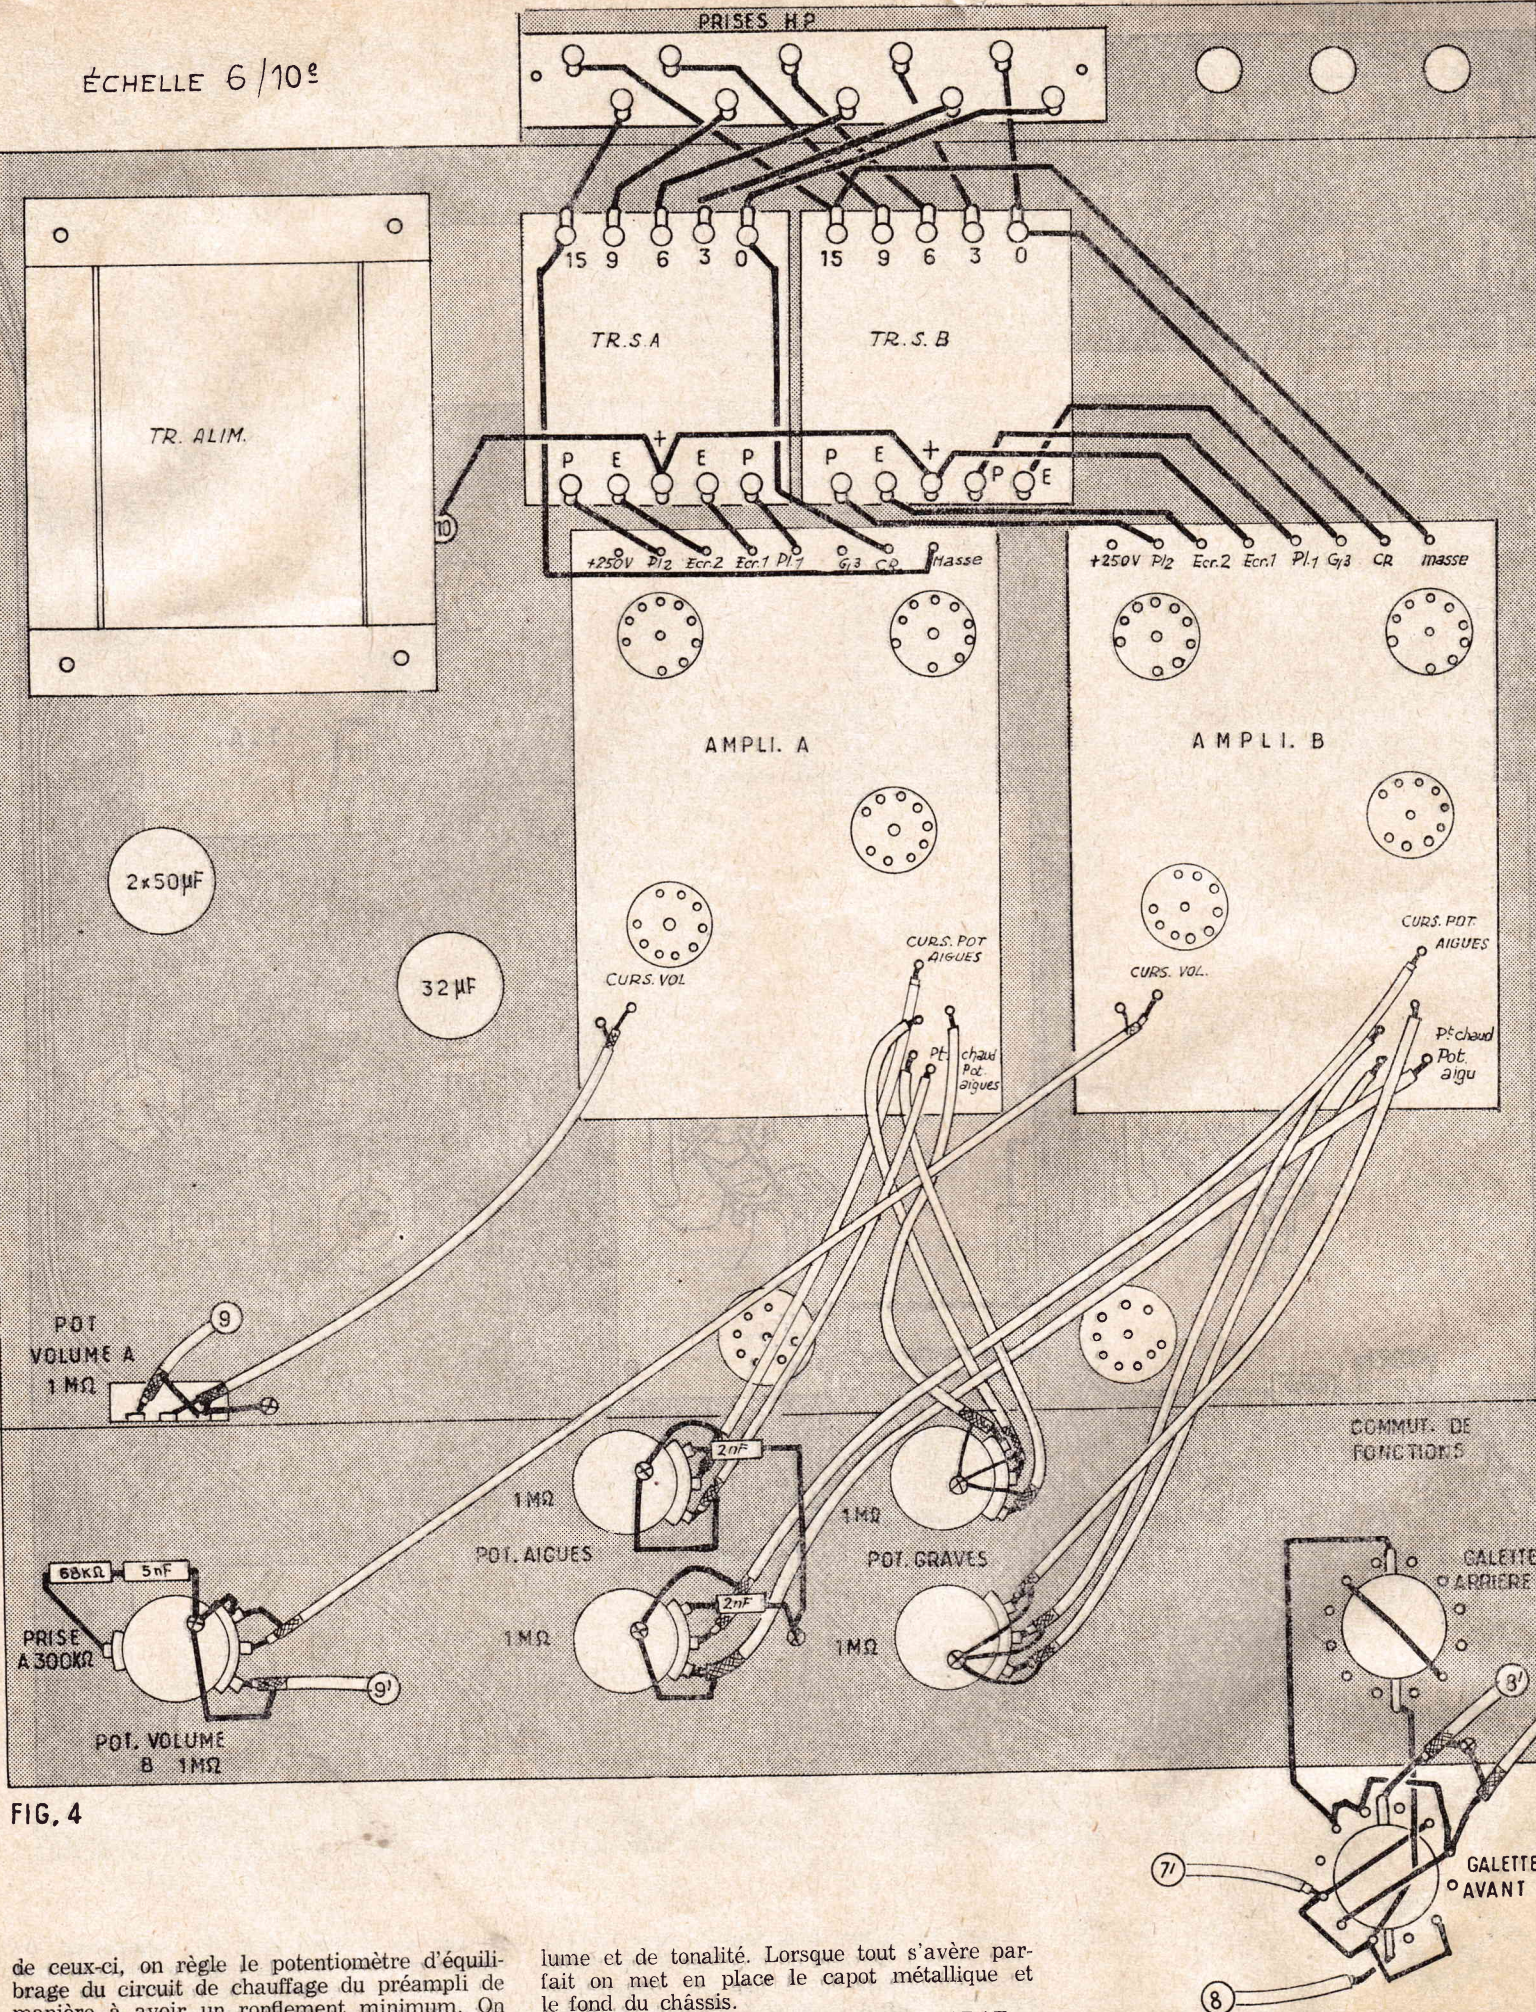

FIG. 4
* cette puissance calorifique ne peut avoir qu'une seule origine, électrique, et, en fait, elle semble correspondre exactement au produit du potentiel V_{CB} , qui existe entre collecteur et émetteur (fig. 4) et du courant I_C au repos dans le cas d'un OC74, par exemple, la puissance (P) dissipée par le collecteur (C) serait